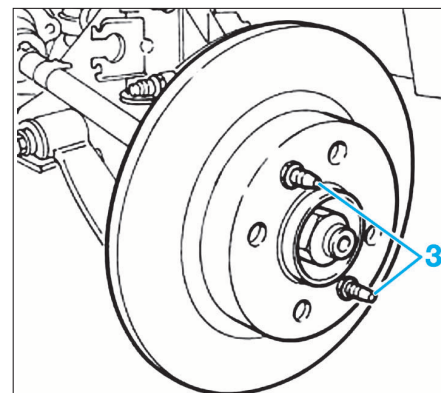

FIG. 7
- les deux vis de fixation (3) du disque de frein (Fig.7).